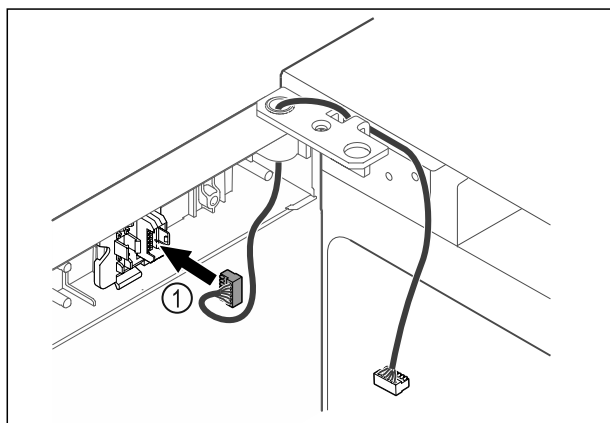

Fig. 48
- ▶ Sett pluggen Fig. 48 (1) i pluggholderen.